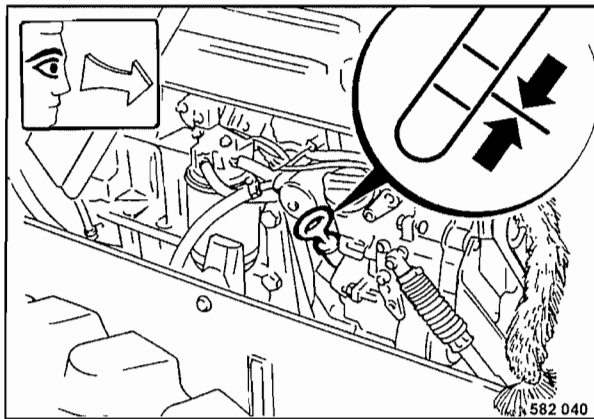

Fig. 55
- Extraer la varilla de medición de aceite (Fig. 55), limpiarla con un paño limpio y libre de hilachas e introducirla hasta el tope.